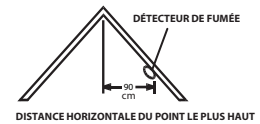

Figure 5 :
- S'il y a des pièces avec des plafonds en biais ou en pointe, essayer de monter les détecteurs à 90 cm, mesurés horizontalement, du point le plus haut du plafond, tel qu'illustré par la figure 5.